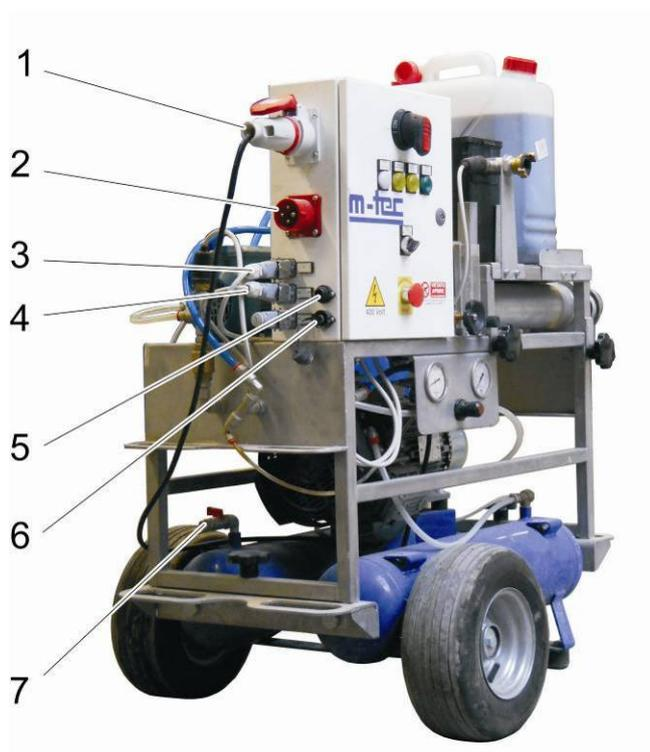

Рис. 2. Разъемы на распределительном шкафу
- Вставьте сетевой кабель в разъем на распределительном шкафу (рис. 2, поз. 2).
Установите двигатель компрессора в распределительный шкаф (рис. 2, поз. 1).